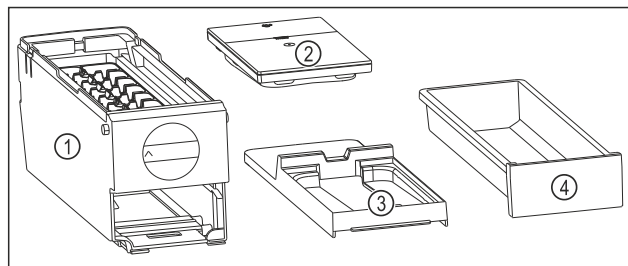

Fig. 199 Composants de l'EasyTwist-Ice
- L'EasyTwist-Ice est démonté en quatre parties. (voir Fig. 199)
- Ne démonter l'EasyTwist-Ice que de la manière illustrée. (voir Fig. 199)
- Nettoyer le corps de l'EasyTwist-Ice Fig. 199 (1) dans son ensemble.